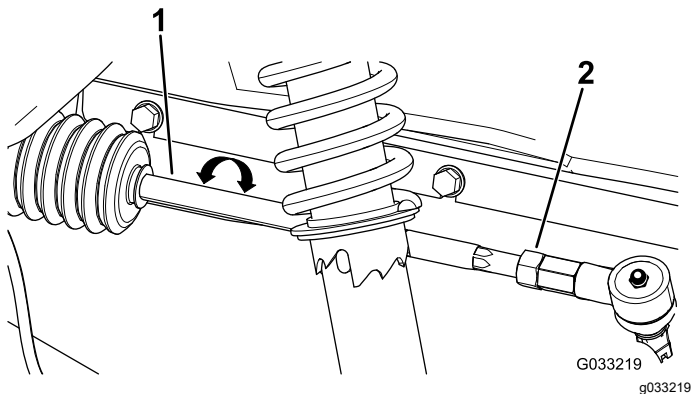

Рисунок 47
2. Если измеренное значение выходит за пределы 0–6 мм, ослабьте контргайки с обоих концов тяг (Рисунок 47).